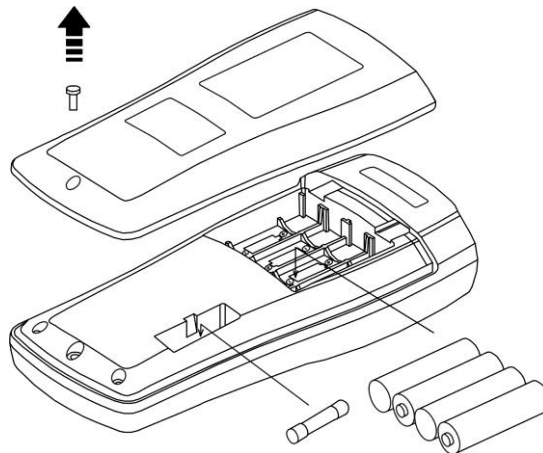

Abb. 11: Ersatz der Batterien und der inneren Schmelzsicherung
3. Entfernen Sie die Batterien und stecken Sie dieselbe Menge von Batterien desselben Typs ein (siehe § 7.1.3). Achten Sie dabei auf die richtige Polarität. Dann stellen Sie den Batteriefachdeckel wieder in Platz (siehe Abb. 11). Verwenden Sie dabei die geeigneten Behälter zur Entsorgung der Batterien